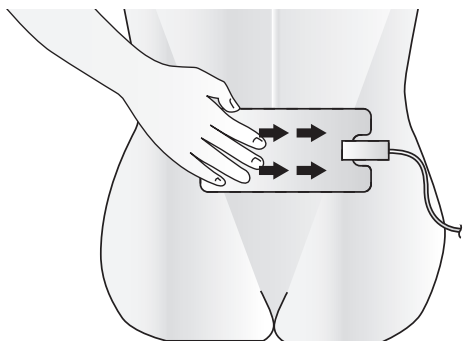

Figure 4-7. Appliquer fermement l'électrode de masse sur les lombaires
- b. Appliquer l'électrode de masse sur un bord (Figure 4-7) et appuyer fermement ; appuyer jusqu'au bord opposé afin que l'électrode soit entièrement attachée au corps du patient.